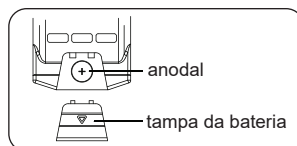

Fig.1
1.Carregue a bateria CR2032 no altímetro com o terminal positivo voltado para fora (Fig.1).